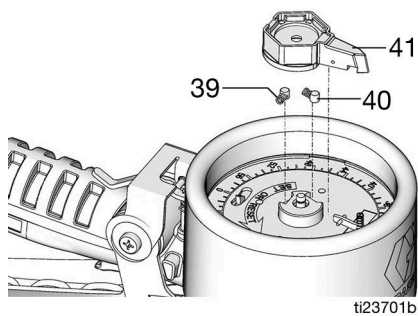

FIG. 34
4. Instale o ponteiro da agulha (41), as molas (39) e os pinos (40) (FIG. 34).